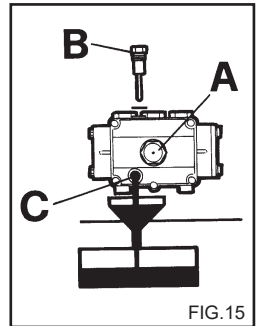

FIG.15
- 2) Svitare il tappo con l'asta di controllo livello (fig. 15).